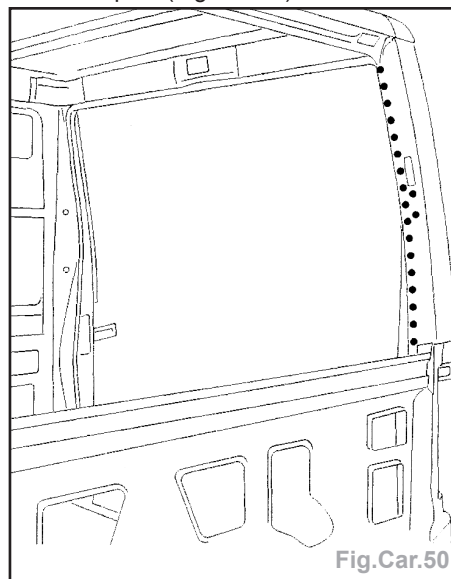

Fig.Car.50
- positionner la tôle et souder par points électriques (Fig.Car.50).